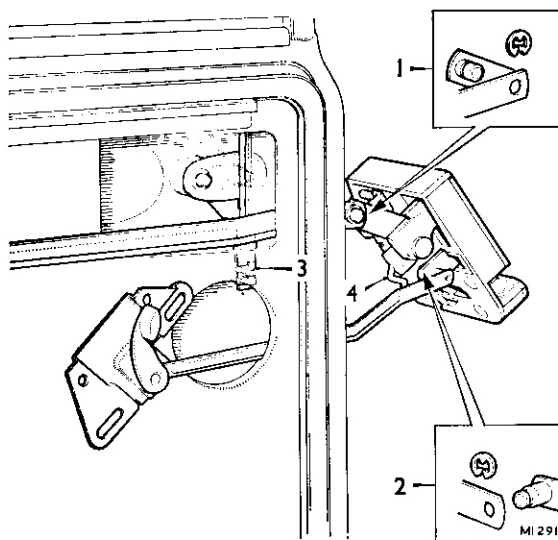

Fig. Rb.6
- (4) Estrarre dal tirante di comando della serratura (4, Fig. Rb.6) l'estremità inferiore del puntalino azionato dalla chiave (3).
- (5) Tirare la serratura verso l'esterno; togliere gli anelli di ritegno del comando a distanza (1) e della levetta interna di comando (2, Fig. Rb.6) ed estrarre i due dispositivi. Rimuovere, infine, la serratura dalla porta.
- (6) Eseguire nell'ordine inverso le operazioni del distacco e tener presente le seguenti istruzioni:-
- (7) Con riferimento alla Figura Rb.6. Assicurarsi che gli anelli elastici che fissano la leva di comando a distanza (1) e la levetta interna di comando della serratura (2) siano nelle loro giuste posizioni di montaggio e che il tirante di bloccaggio(4) sia entrato nella molletta elastica del puntalino (3) della maniglia esterna.
- (8) Controllare la registrazione della corsa dello stantuffino del pulsante della maniglia esterna (Ved. Registrazioni, Sezione Rb.5).
- (9) Riattaccare sul pannello della porta strisce d'adesivo. Prima di rimontare il pannello di rivestimento, verificare il funzionamento della serratura.
- (10) Se necessario, variare la posizione dello scontrino (Ved. Registrazioni, Sezione Rb.5).